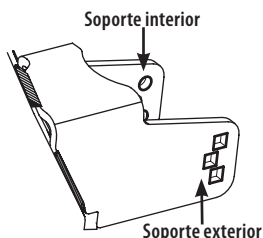

Figura 16
**NOTA:** en las ruedas de calibración de la plataforma del lado izquierdo y lado derecho, el tornillo con reborde debe instalarse desde el exterior del tractor hacia adentro, por el orificio cuadrado que está sobre el soporte. En las ruedas de calibración centrales de la plataforma (si se incluyen), el lado del tornillo con reborde del montaje puede instalarse desde cualquier dirección (Figura 16).